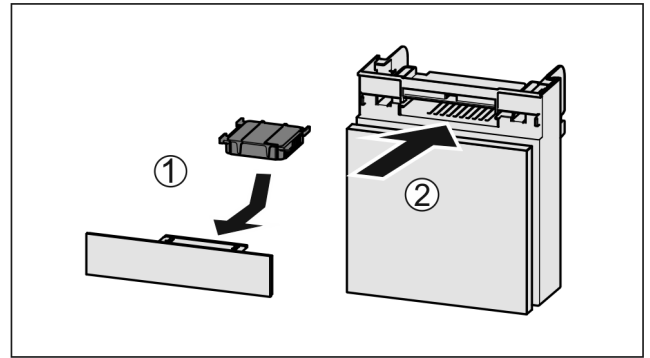

Fig. 176
- Inserire il vano Fig. 176 (2).